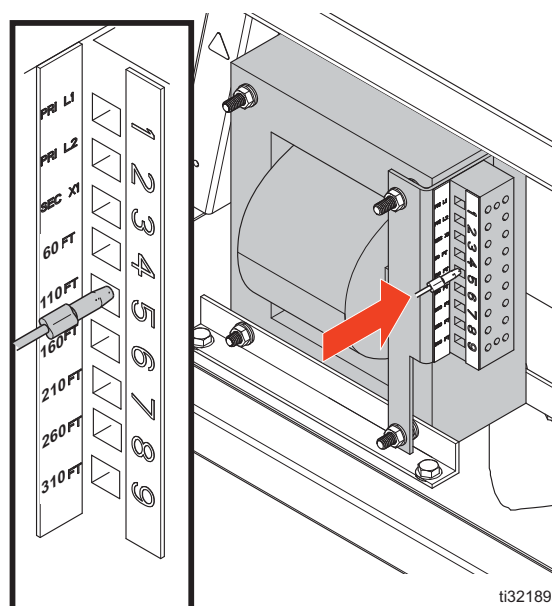

Рис. 14: Коммутация трансформатора для шлангов
3. Вставьте провод на трансформаторе для шлангов (AC) в клемму, которая соответствует длине подключенного шланга. Заводская установка соответствует длине 18,3 м (60 футов). См. Рис. 14.